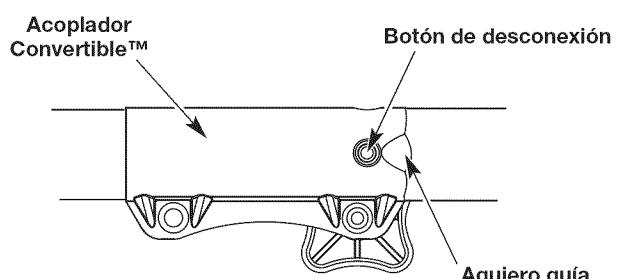

Fig. 4
2. Oprima y sostenga el botón de desconexión (Fig. 4).